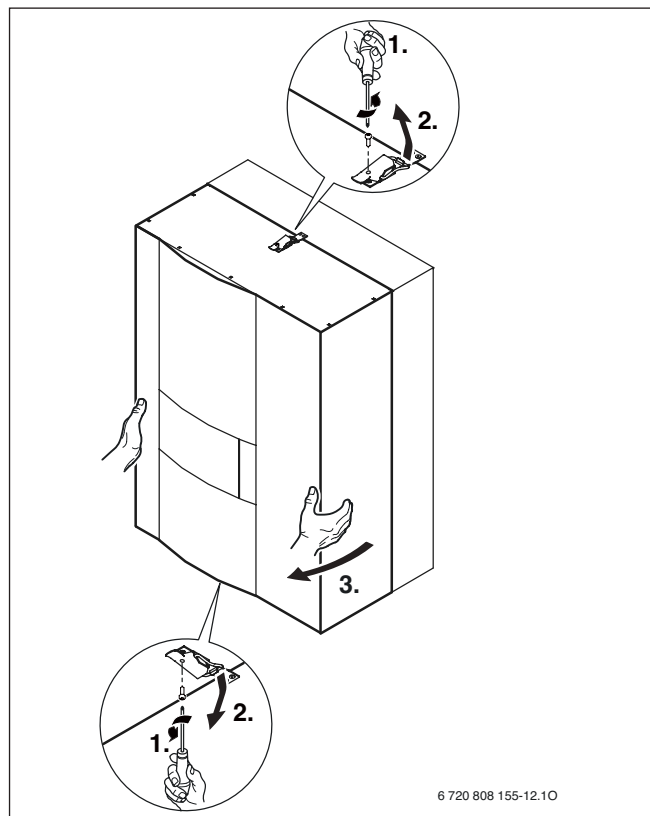

Fig. 32
1. Allentare la vite 1 di ciascuna leva di fissaggio sopra e sotto il mantello (→Fig. 32).